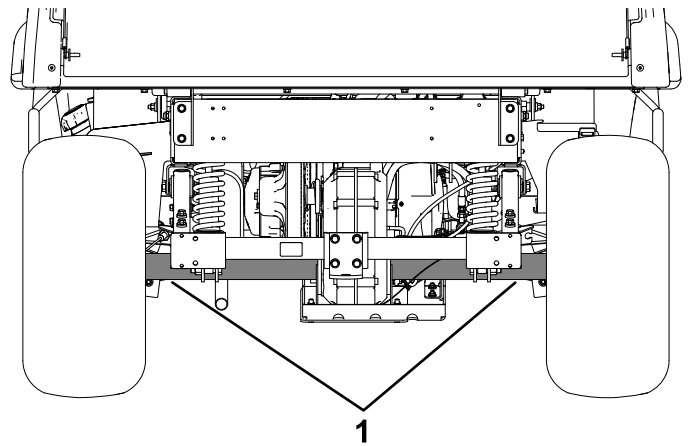

Figure 27
- Le point de levage arrière de la machine est situé sous les tubes d'essieu (Figure 27).